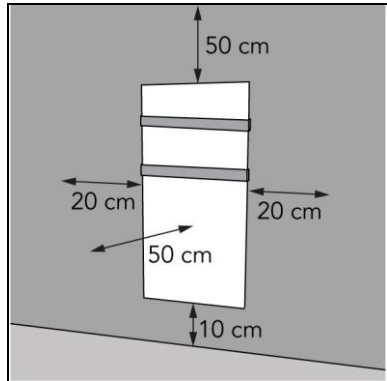

Abbildung 6
2. Stellen Sie das Gerät mit einem Mindestabstand (Abbildung 6) von: